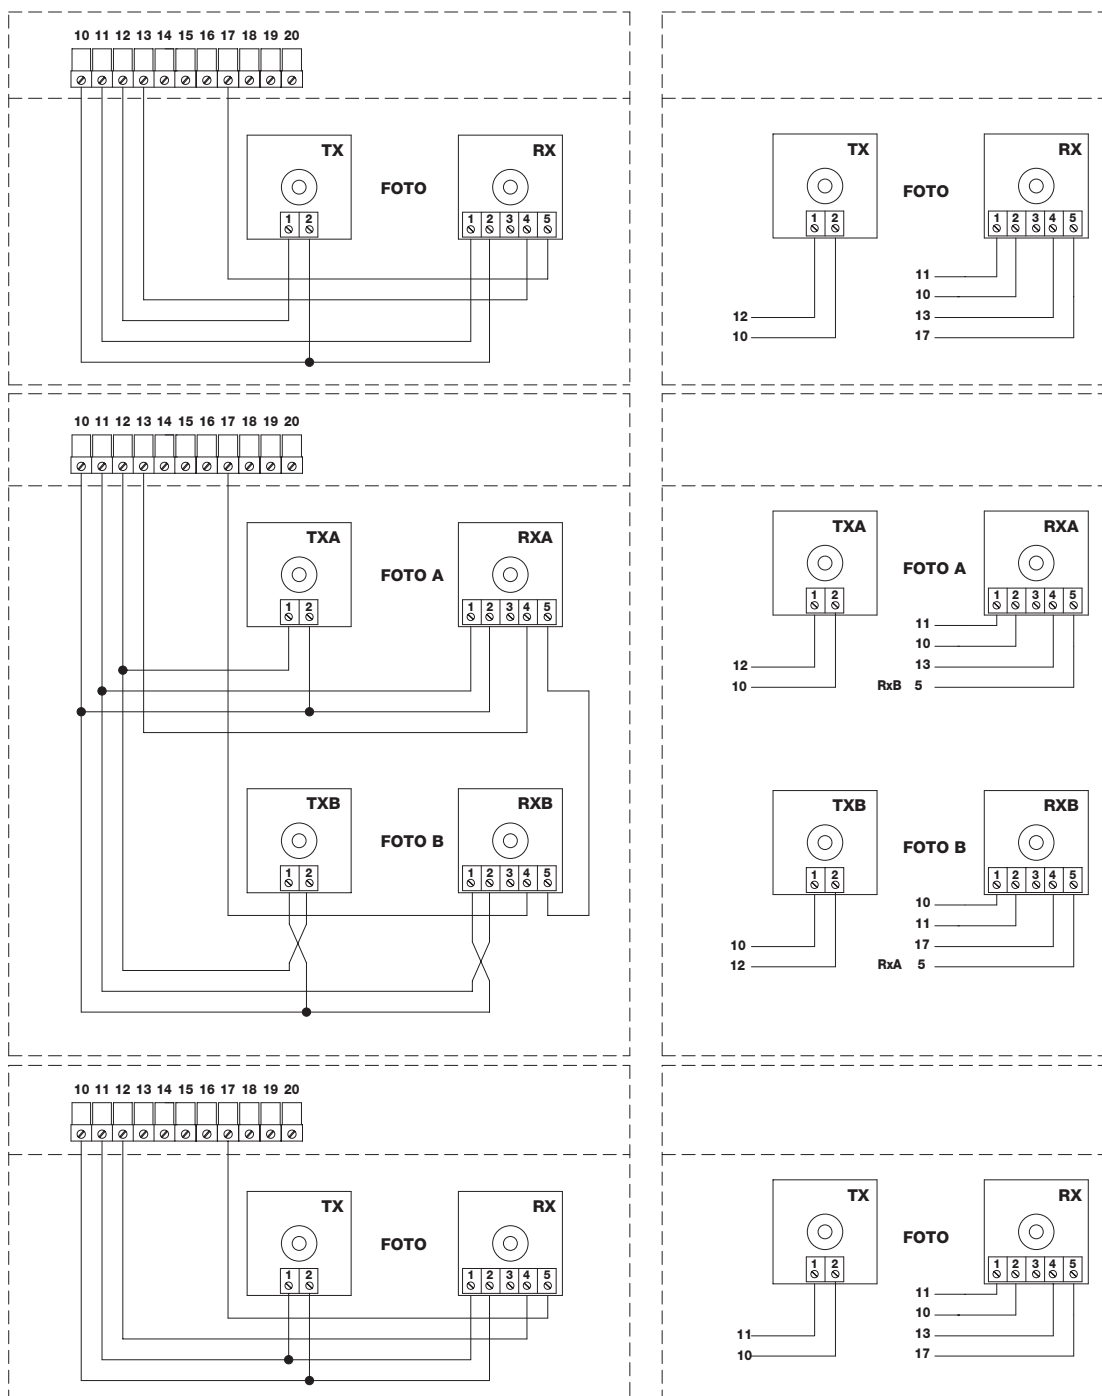

Abb. 4a
- Die Photozellen gemäß **Abb. 4a** (falls nur ein Photozellenpaar benutzt wird) oder **Abb. 4b** (falls 2 Photozellenpaare benutzt werden) anschließen. Die Versorgung der Photozellensender erfolgt nicht direkt durch den Ausgang der Nebeneinrichtungen, sondern durch den Ausgang "Photozellentest" zwischen den Klemmen 10-12. Der Höchststrom, der am Ausgang "Photozellentest" benutzt werden kann, ist 100mA.